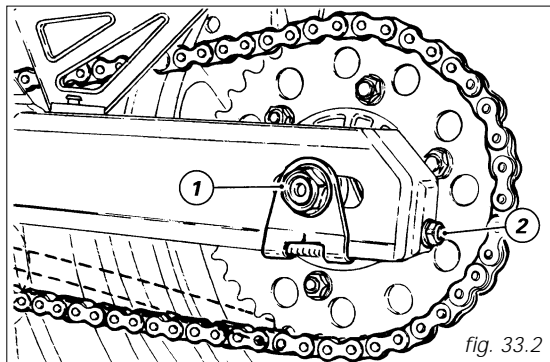

fig. 33.2
Per registrare la tensione allentare il dado (1, fig. 33.2) del perno ruota, avvitare della stessa entità in senso orario la vite (2) su entrambi i lati del forcellone per aumentare la tensione o svitarle per diminuirla. In quest'ultimo caso è necessario spingere in avanti la ruota.